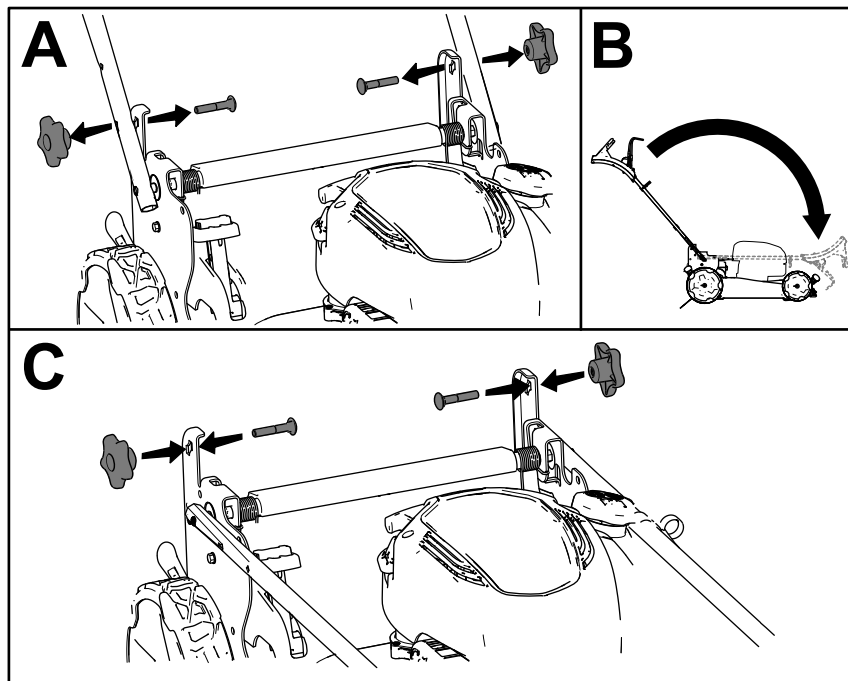

Figura 24
1. Retire y guarde los 2 pomos del manillar y los 2 pernos de cuello cuadrado de los soportes del manillar (Figura 24, A).
2. Pliegue el manillar girándolo hacia adelante (Figura 24, B).
3. Sin apretarlos, instale los pomos del manillar y los pernos de cuello cuadrado en los soportes del manillar (Figura 24, C).